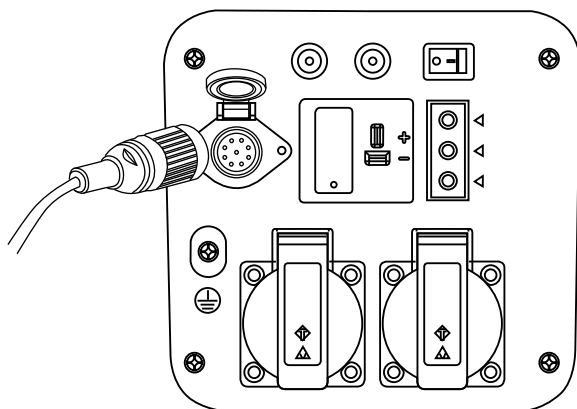

Рис.3
2. Первым делом свяжите два специальных параллельных интерфейса на панели управления двух генераторов, затем затяните резьбу. (Рис.3)